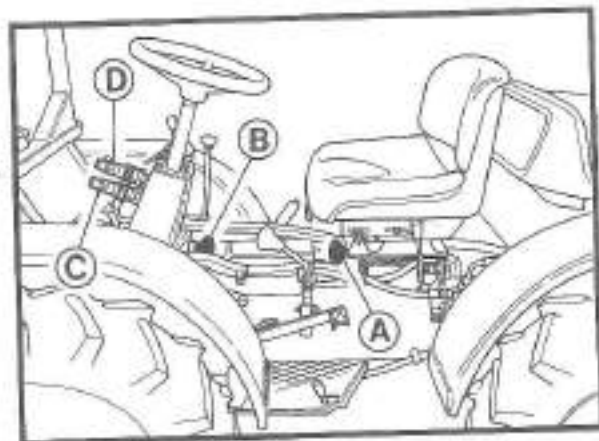

Abb. 12 Bitrac HS mit umgekehrter Lenkung.
- die Gruppe der hydraulischen Lenkung durch vollkommenes Zudrehen des Handrads «B» (Abb. 12) befestigen;
- um den Sitz an der Halterung zu befestigen, an der zuvor die Gruppe der hydraulischen Lenkung angebracht war, das Handrad «A» (Abb. 12) festdrehen; auch hier beachten, daß sich die Halterungen an der vorderen Seite richtig einfügen;